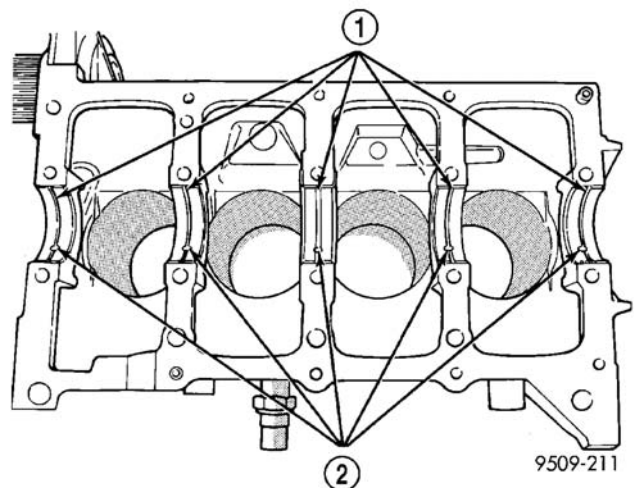

图 54 安装主轴承上部轴壳
(1) 将带有润滑槽的各主轴承装入气缸体（图 54）
(2) 确保缸体中的油孔与轴承中的油孔对准。轴承凸舌必须坐入气缸体凸舌槽中。